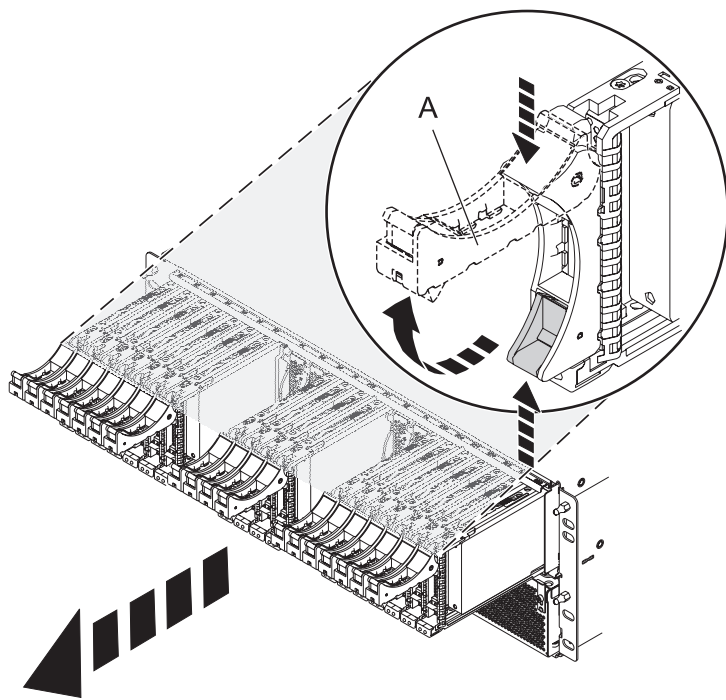

Figura 94. Extracción de las unidades de la placa posterior
4. Extraiga las unidades y los paneles de relleno como se muestra en Figura 94.
- a. Presione el mecanismo de cierre de la unidad y tire del asa (A) para soltar la unidad.